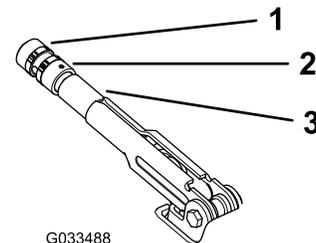

図 64
2. 調整ノブをブレーキレバーに固定している固定ねじをゆるめる 図 64。